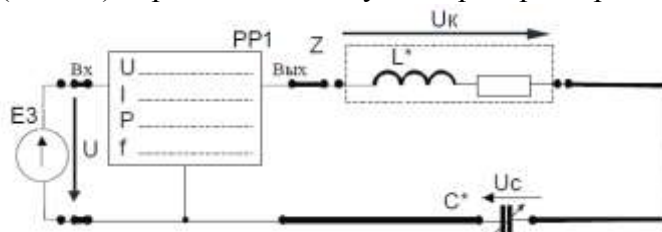

Рисунок 2
4. Собрать электрическую цепь с последовательным соединением реальной катушки индуктивности L\* конденсатора С\* (рис. 2), используя элементы цепи в соответствии с заданным вариантом (табл. 3). Предъявить схему для проверки преподавателю.